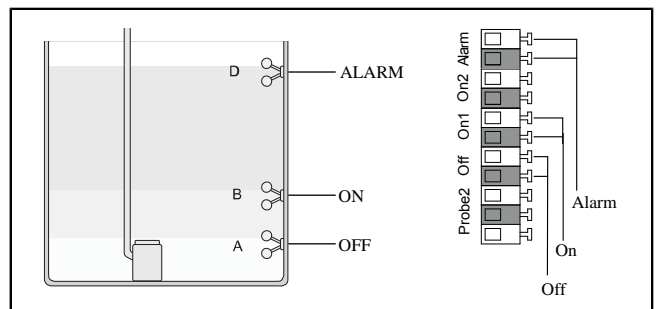
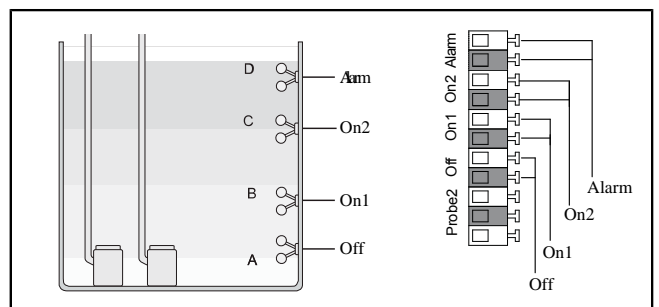

Abb. 1: Schwimmerschalter Mono (nicht-ATEX)
Abb. 2: Schwimmerschalter Duo (nicht-ATEX)
- ▶ Blindstopfen (1) herausziehen.
- ▶ Die Leitungsenden der Schwimmerschalter an abgebildeten Klemmen anschließen. (siehe "Abb. 1: Schwimmerschalter Mono (nicht-ATEX)", Seite 10 + siehe "Abb. 2: Schwimmerschalter Duo (nicht-ATEX)", Seite 10)